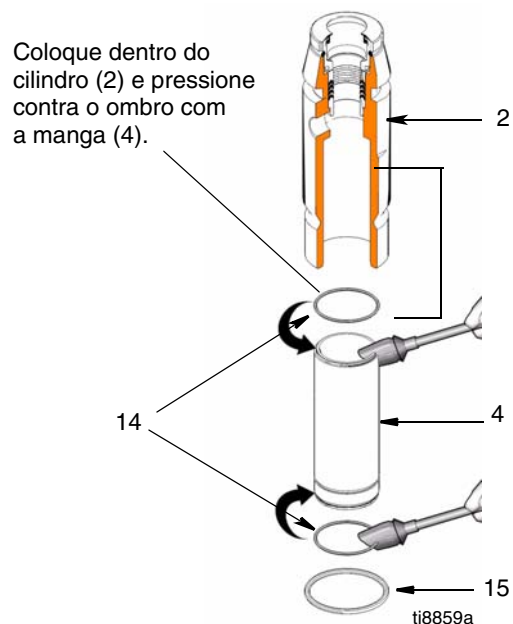

FIG. 14
- (Fig. 14) Instale os O-rings (14) no interior do cilindro (2) e na manga (4). Faça deslizar a manga (4) para o fundo do cilindro (2). Se pretender, substitua o O-ring (15).